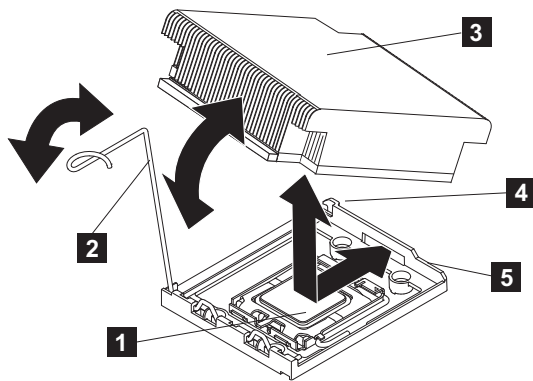

Figura 314. Instalando o dissipador de calor no microprocessador do SAN Volume Controller 2145-CG8 ou 2145-CF8
8. Alinhe o dissipador de calor na parte superior do microprocessador, conforme mostrado na Figura 314 na página 389.